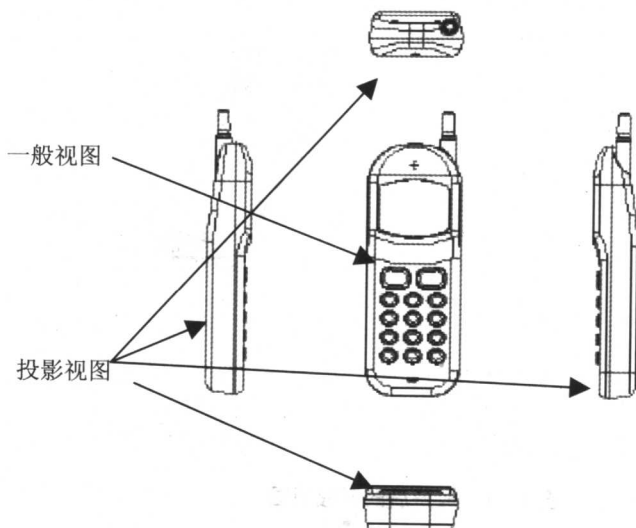

图 1.8 各种视图
**提示：** 一般视图：用户放置的第一个视图。用户可以把一般视图当成父视图，因为它的方向和比例可以调整，并且由这些属性可以决定其生成的投影视图(图 1.8)。
所在的路径内移动(图 1.8)。